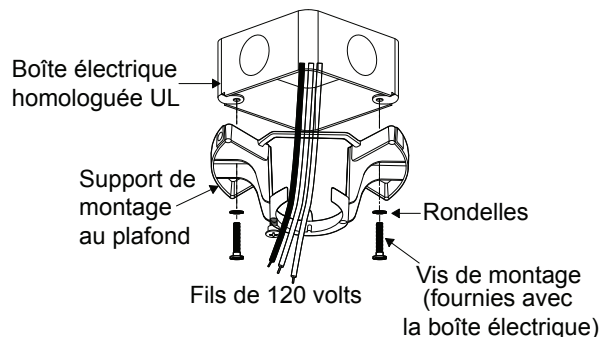

Fig. 6
**Étape 3.** Faites passer les fils d'alimentation de 120 volts par le centre du support de montage au plafond. (Fig. 6)
**Étape 4.** Fixez le support de montage au plafond sur la boîte de sortie de courant à l'aide des vis et rondelles fournies avec la boîte de sortie de courant. (Fig. 6)